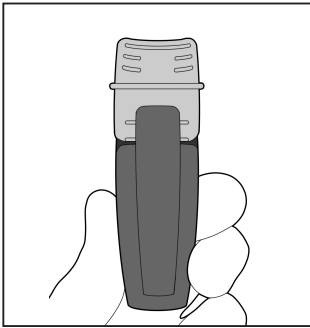

図11
1. IntegraBiteが正しく組み立てられており、アプリケーターとバイトプレートが縦にそろっていることを確認します(図11)。